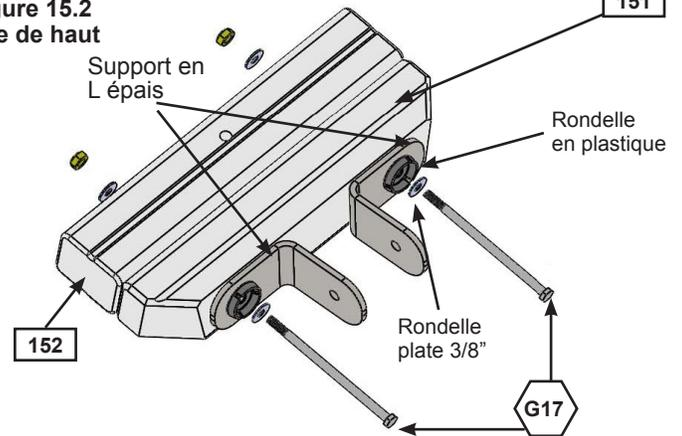

Figure 15.3
B : Fixez 3 (WB7) boulons d'arrêt 5/16 x 3" (avec rondelle plate et écrou en T) dans les trois trous de chaque Poteau (153) de la balançoire, comme sur la figure 15.3. **IMPORTANT : VÉRIFIEZ QUE LES 6 BOULONS SOIENT FIXÉS AFIN DE MINIMISER LA FISSURATION DU BOIS.**